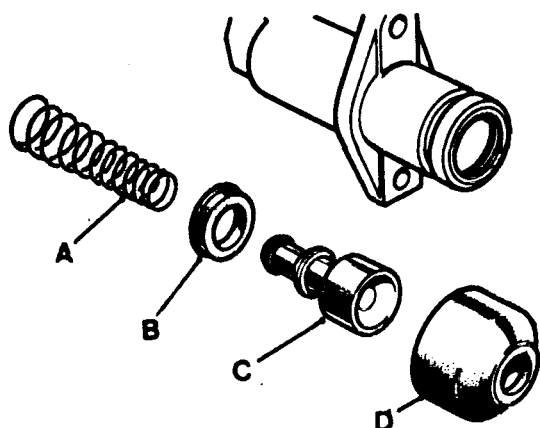

Fig. B-20 Cilindro auxiliar desmontado
- 1.1. Con el cilindro fuera del vehículo, se quitará el guardapolvo (Fig. B-20), se hará salir por completo el émbolo, inyectando aire a baja presión por el agujero correspondiente a la tubería de entrada del líquido, y se retirarán el muelle y la empaquetadura.